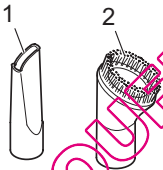

Abb. 6
- **Fugendüse (Abb. 6/1)**
- **Möbelpinsel (Abb. 6/2)**